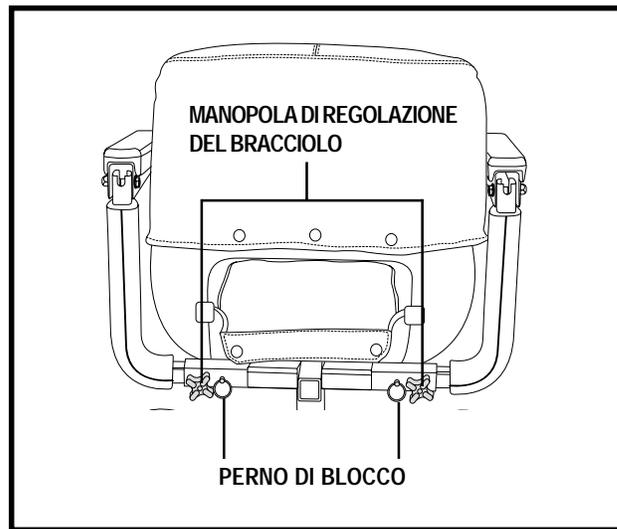

Figura 17. Regolazione della larghezza del bracciolo
1. Allentare le manopole di regolazione del bracciolo. Vedere figura 17.